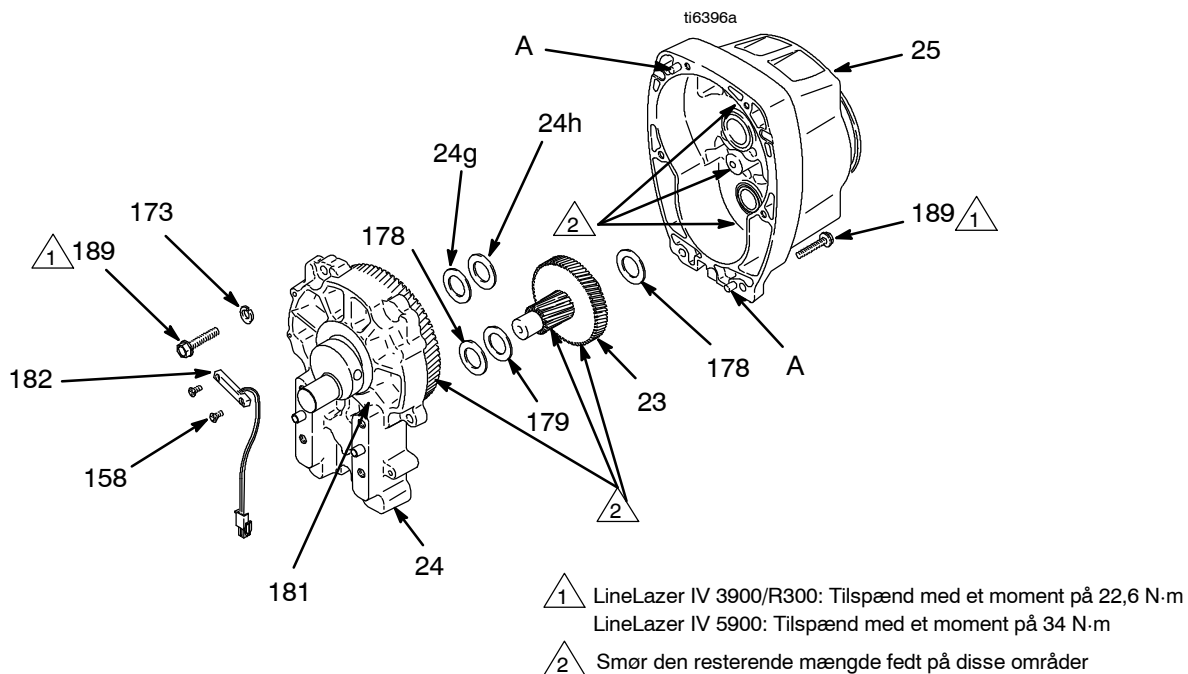

Fig. 3
2. Fig. 3. Afmonter lejehuset. Følg vejledningen **Lejehus og plejlstang** på side 11.
3. Afmonter de to skruer (158) og reed-kontakten (182).
4. Fjern de seks skruer (189) fra tanddrevshuset (25).
5. Bank let rundt om drevhuset (24) for at løsne det. Træk drevhuset lige ud og væk fra tanddrevshuset. Vær klar til at støtte tandhjulssættet (23), som kan følge med ud.
1. Påfør en rigelig mængde fedt (leveres med reservetandhjulssættet) på tandhjulssættet (23) og på de områder, der er vist i note 2.
2. Anbring den bronzefarvede låseskive (24g) på den aksel, der stikker ud fra den store aksel i drevhuset (24). Anbring den sølvfarvede låseskive (24h) på tanddrevshuset. Rens de flader, hvor tanddrevshuset og drevhuset mødes. Ret tandhjulene ind, og skub det nye drevhus lige ind på tanddrevshuset og styrestifterne (A).
3. Isæt de seks skruer (189). Tilspænd ensartet med et moment ifølge note 1 i fig. 3.
4. Monter reed-kontakten (182) med de to skruer (158).